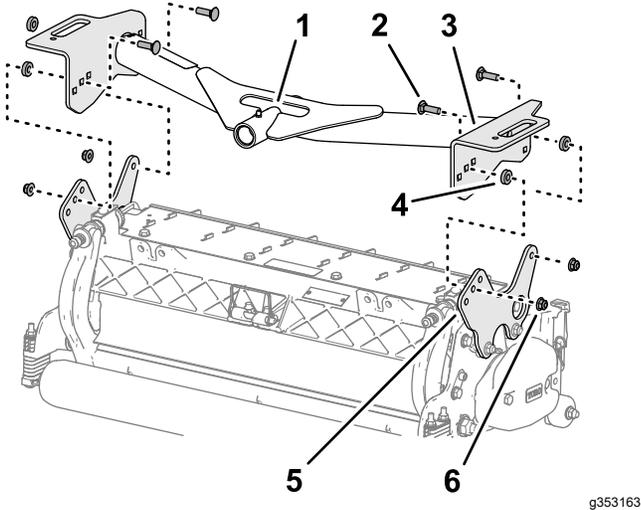

图 19
1. 将前承载架板中的孔与滚刀组安装板中的孔对齐 图 19。
2. 对齐承载板和安装板之间的隔片图 19 并使用托架螺栓 $\frac{3}{8}$ x 1 $\frac{1}{4}$ 英寸和凸缘锁紧螺母 $\frac{3}{8}$ 英寸松动地组装板和隔片。